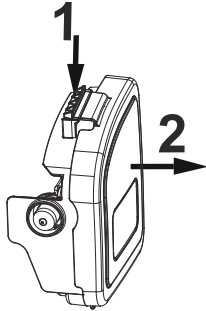

Fig. 14
1. Abre el compartimento del filtro de aire (1) y estírelo hacia arriba para abrir (2). (Fig.14)